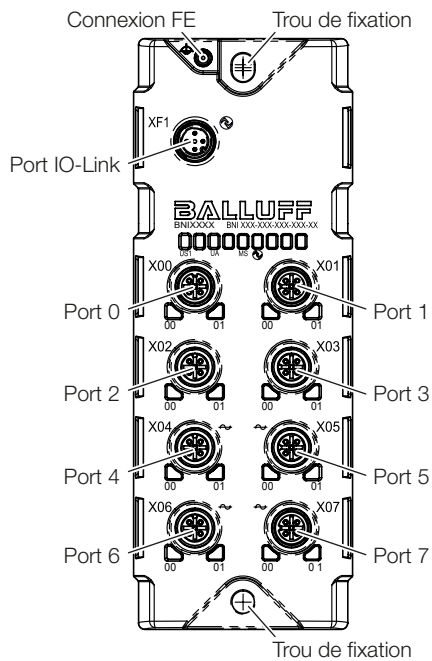

Fig. 4-2 : Vue d'ensemble de l'appareil
- Fixer le module avec 2 vis M6 et le couple de serrage de 3 Nm en utilisant les trous de fixation (voir Fig. 4-2, page 8).